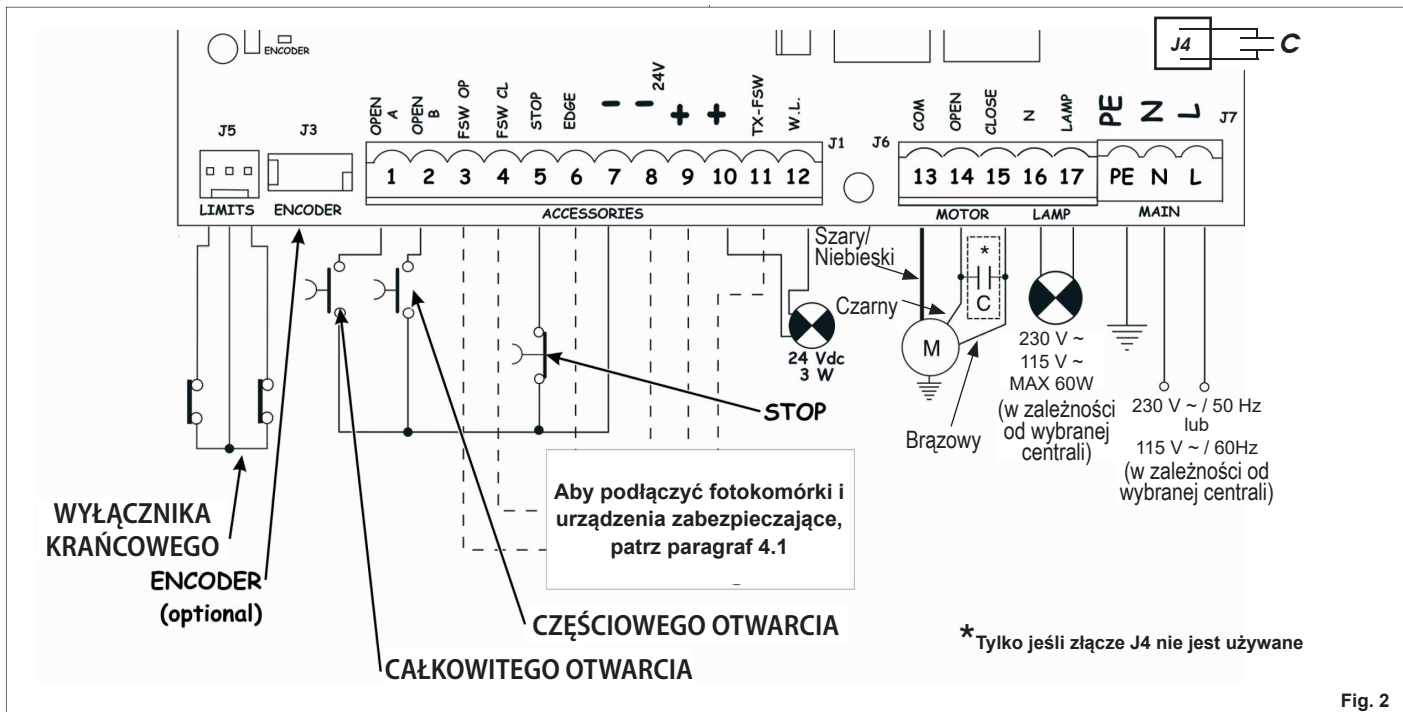

Fig. 2
4.2. Listwa zaciskowa J7 - Zasilanie (rys.2)	str.4
4.3. Listwa zaciskowa J6 - Silniki i lampa sygnalizacyjna (rys.2)	str.4
4.4. Listwa zaciskowa J1 - Akcesoria (rys.2)	str.4
4.6. Złącze J6 - Szybkozłącze wyłącznika krańcowego (rys.2)	str.5
4.7. Złącze J3 - Szybkozłącze enkodera (rys.2)	str.5
Podłączyć kabel uziemiający do odpowiedniego zacisku przewidzianego na złączu J7 sprzętu (patrz rys.2).
4.2. Listwa zaciskowa J7 - Zasilanie (rys. 2)
4.3. Listwa zaciskowa J6 - Silniki i lampa sygnalizacyjna (rys. 2)
4.4. Listwa zaciskowa J1 - Akcesoria (rys. 2)
4.6. Złącze J6 - Szybkozłącze wyłącznika krańcowego (rys. 2)
Wejście jest przystosowane do szybkiego podłączenia wyłączników krańcowych otwierania i zamykania, które mogą powodować zatrzymanie skrzydła, rozpoczęcie zwalniania lub hamowanie (patrz programowanie zaawansowane Rozdz. 5.2.). W motoreduktorach z wbudowaną centralą, połączenie to jest już standardowo okablowane (rys. 2). Dla kierunku otwierania skrzydła, patrz programowanie zaawansowane Rozdz. 5.2.
4.7. Złącze J3 - Szybkozłącze enkodera (rys. 2)